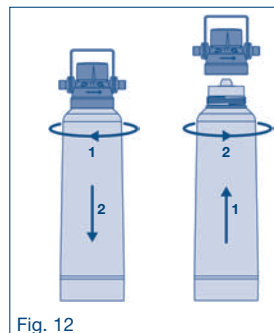

Fig. 12
2. Retirez la cartouche filtrante de la tête de filtre en la dévissant dans le sens des aiguilles d'une montre (voir la fig. 12). La tête de filtre pivote sur 90° sur le support de filtre pour faciliter le démontage de la cartouche filtrante.
4. Procédez à l'installation de la cartouche filtrante neuve tel que décrit dans le chapitre 6.7 (voir la fig. 12).